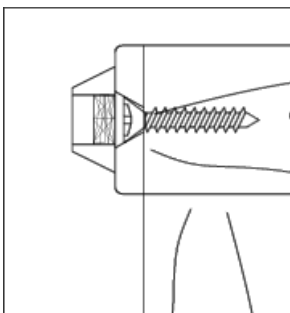

Figure 1
- Utilisez un foret de 3/32 po pour percer des avant-trous dans le meuble sur les "marques des vis". Utilisez les DEUX (2) vis courtes pour fixer le support de montage côté meuble. Ce support de montage peut être installé à la verticale ou à l'horizontale, au besoin (voir la Figure 1).